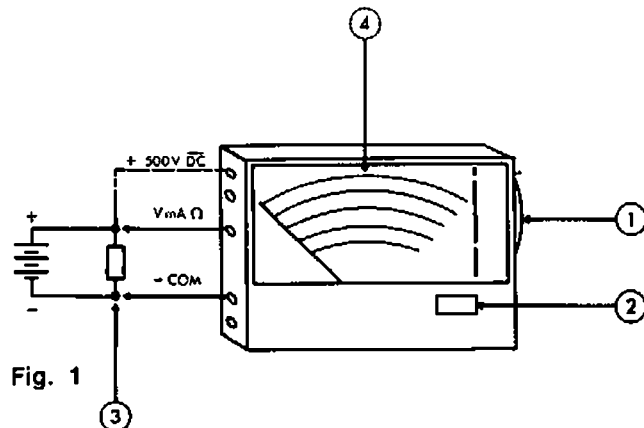

Fig. 1
- Agir sur le sélecteur latéral (1) pour afficher le calibre (noir) désiré dans la fenêtre (2).
- Respecter la polarité indiquée sur la figure 1 en branchant les cordons de mesure (3): d'une part sur le contrôleur (les douilles de mesure rappelées sur le cadran), d'autre part sur la source de tension continue.
- Lire la valeur mesurée (4) selon les instructions du tableau ci-après :
- Effectuer le branchement entre les douilles — COM et + 500 V DC comme indiqué en pointillé figure 1.